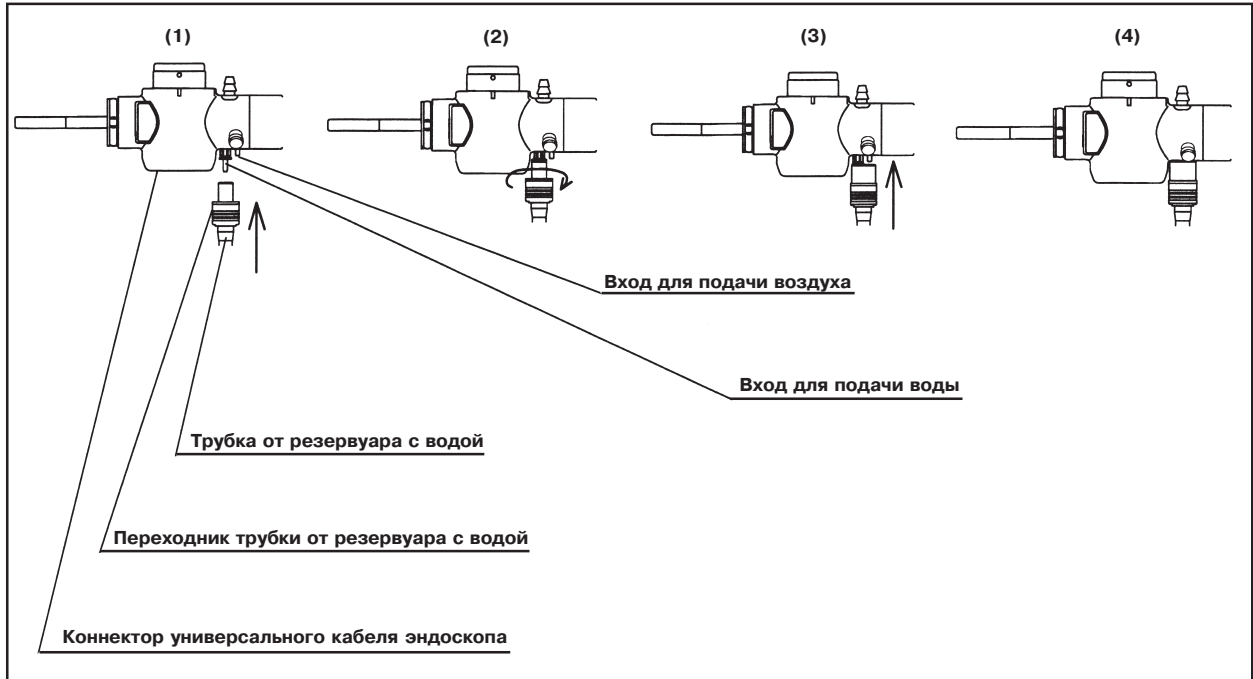

Рис. 3.11
2. Соедините переходник трубки от резервуара с водой с входом для подачи воздуха и входом для подачи воды на коннекторе универсального кабеля эндоскопа, как показано на рис. 3.11.